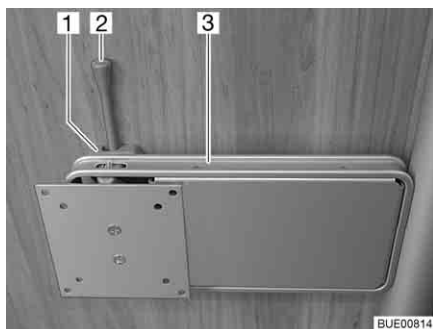

Fig. 54 Supporto su colonna
- Spingere di lato la leva di sbloccaggio (Fig. 54,2) e ruotare il supporto (Fig. 54,3) con lo schermo piatto nella posizione desiderata.
- Riportare indietro lo schermo piatto finché il supporto (Fig. 54,3) non si innesta nel bloccaggio (Fig. 54,1).